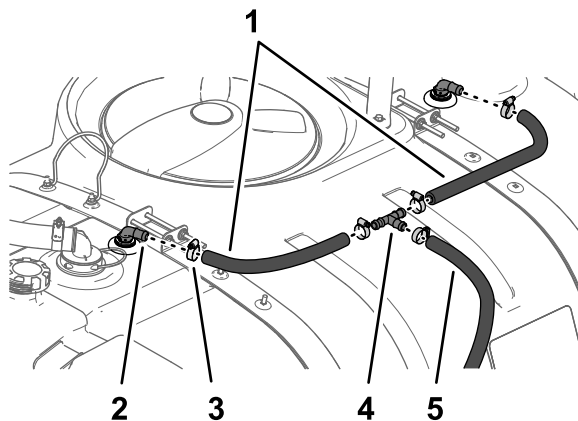

图27
1. 将 2 个软管 1.9 x 61cm 和 2 个软管夹分别安装到冲洗喷嘴组件的两个 90° 接头上然后用手紧固夹具图27。
2. 如图27 所示用 2 个软管夹将软管 1.9 x 61cm 的另一端松松地安装到 T 形接头上。
3. 如图27 所示将软管 1.9 x 180cm 和软管夹安装到 T 形接头上。
1. 用软管夹将冲洗水箱底部的软管 43.3cm 安装到冲洗水箱的内侧直通宝塔接头上然后用手拧紧夹具图27。